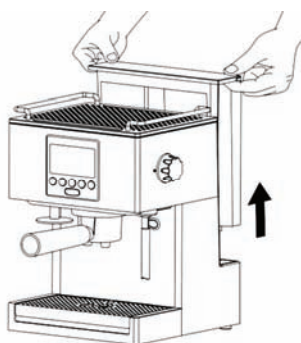

Рис. 1
- Извадете резервоара за вода (1) като го теглите нагоре (Рис. 1).